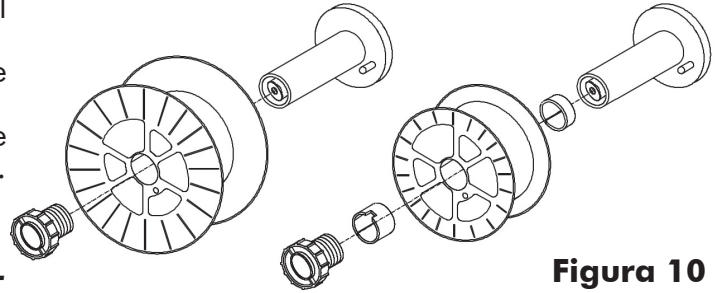

Figura 10
- Per bobine più piccole è necessario montare anche i distanziali come mostrato in Figura 10.